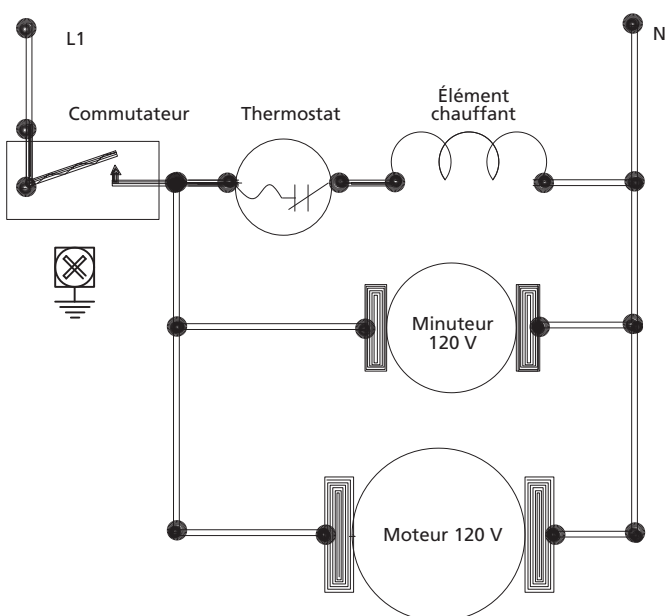

Figure 2 – Modèle 1GVL6
1. Enlever les (3) trois vis retenant ensemble l'ensemble du carter de la soufflante (n°s 211PA et 112P) et enlever la pièce n° 112P du carter.
4. Reconnecter les fils au bornier et au commutateur. Se reporter aux Schémas de câblage, Figures 2 et 3.